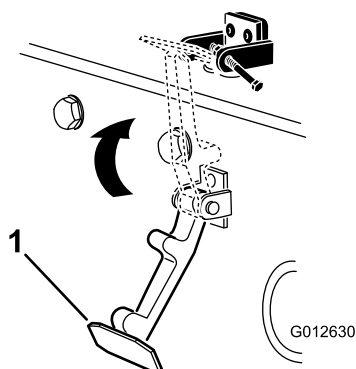

Figura 8
6. Agganciate il fermaglio sulla relativa staffa (Figura 8).